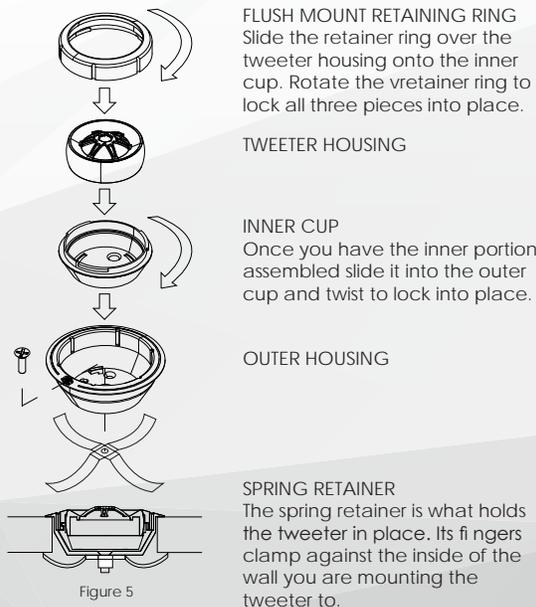

Figure 5
**Flush Mount:** For optimal tweeter installation, use the FLUSH MOUNT option. The FLUSH MOUNT requires 3/4" depth and a 2-1/16" hole in the mounting surface (figure 5)
**Encastrables :** Pour optimiser l'installation du haut-parleur d'aigus, utilisez l'option Encastrables. L'encastrable nécessite 19mm de profondeur et un trou de 46.5mm dans la surface de montage. (figure 5)